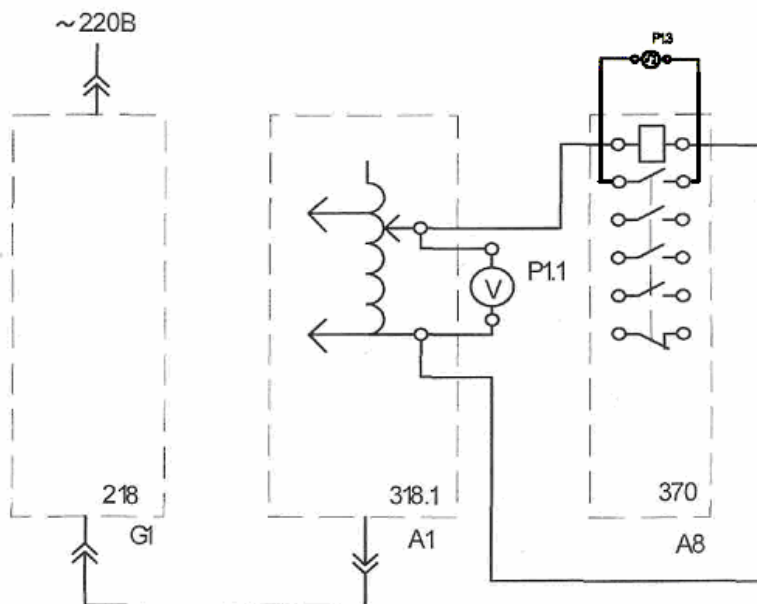

Рис. 1.2. Схема электрическая соединений для определения коэффициента возврата электромагнитного промежуточного реле переменного тока
*К пункту 1.3.* Схема электрическая соединений показана на рис. 1.2.
**Примечание:** для контроля срабатывания и отпускания реле используется «прозвонка» Р1.3 блока мультиметров Р1 (прибор 508.2) путем подключения параллельно одному из контактов реле А8 370 (рис. 1.2).